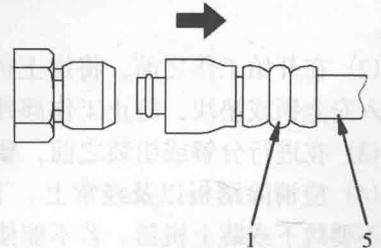

图 1-3 示意图 (3)
(4) 如图 1-3 所示，握住接头 1 或软管 5 并将其拔出。会有一些液压油流出，要准备一个接油容器。